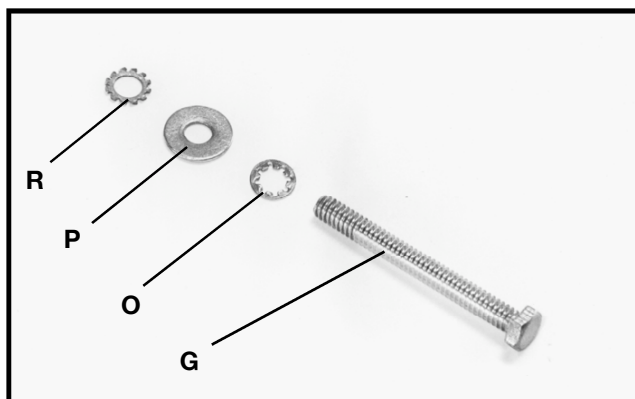

Fig. 10
4. Localiser la vis à tête hexagonale 6,4 mm - 20 x 57,2 mm (1/4 po - 20 x 2 1/4 po) (G) fig. 10, et enfiler une rondelle à denture intérieure (O) de 6,4 mm (1/4 po), une rondelle plate (P) de 6,4 mm (1/4 po) et une rondelle à denture extérieure (R) de 6,4 mm (1/4 po) sur la vis (G).